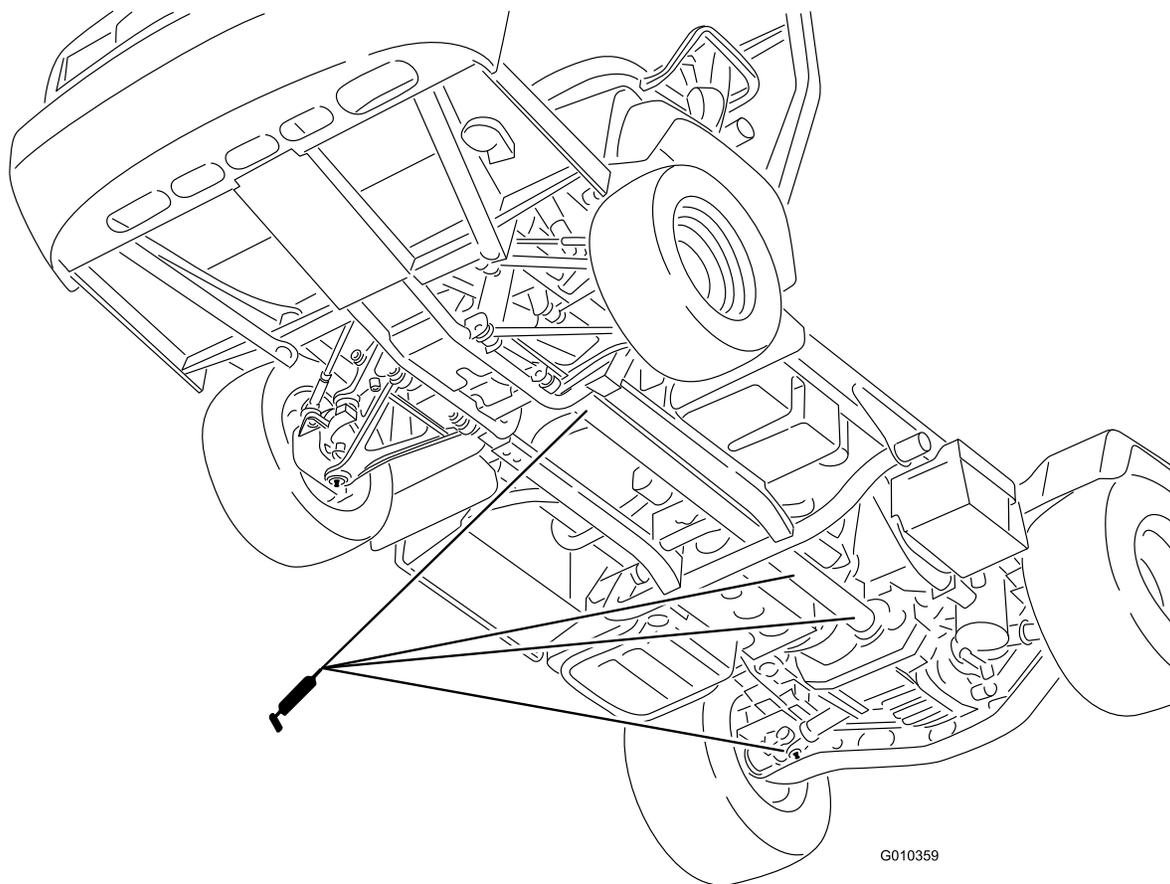

图 41
- ・ Uジョイント (18)、4輪駆動シャフト (3) (図 41)